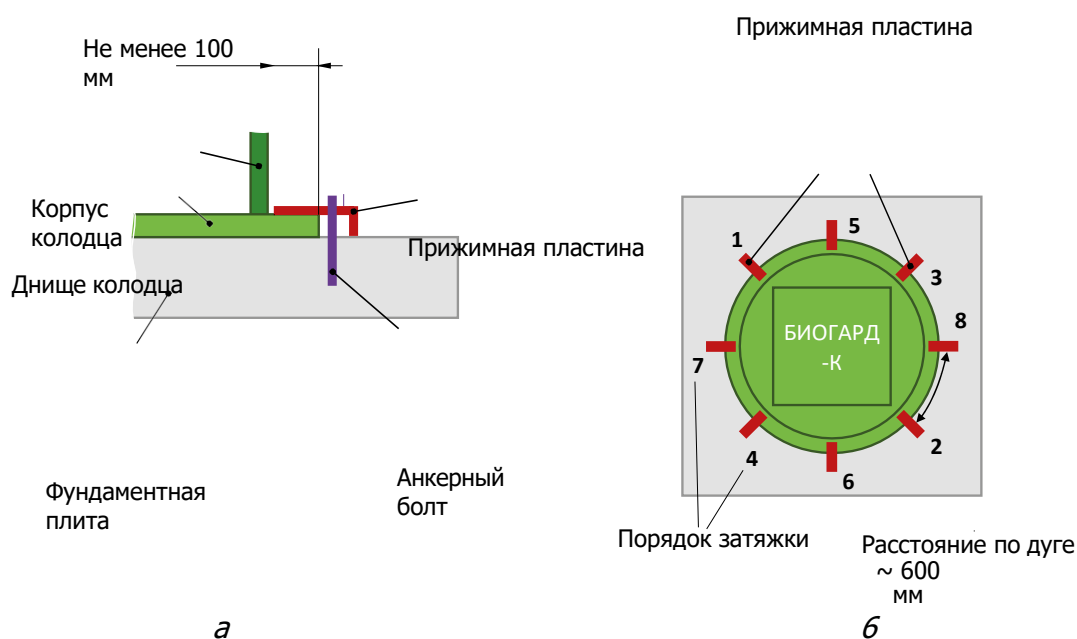

Рис. 6. Закрепление колодца
Закрепление колодца на фундаментной плите производится при помощи анкерных болтов и прижимных пластин (рис. 6). Минимальное количество анкерных болтов, необходимых для надёжного крепления, можно определить, разделив на 200 диаметр колодца, выраженный в мм, и увеличив полученный результат до ближайшего большего целого числа.
- произвести разметку для сверления отверстий под анкерные болты; отверстия должны быть равномерно распределены вдоль окружности днища колодца (примерное расстояние между отверстиями измеряемое по дуге — 600 мм, рис. 6, б); расстояние от края днища до отверстий должно выбираться таким образом, чтобы длина части прижимной пластины, контактирующей с днищем, составляла не менее 100 мм (рис.6, а);
**ВНИМАНИЕ!** Затяжку анкерных болтов производить в три прохода (крутящий момент затяжки 40, 60 и 70 Нм). Порядок затяжки должен быть таким, чтобы обеспечить максимально равномерное увеличение нагрузки на днище колодца (примерный порядок затяжки анкерных болтов представлен на рис. 6, б);